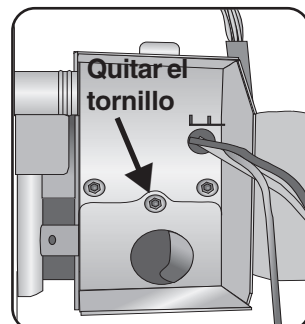

Ilustración 14
- 2 Quite la placa de alivio de presión por medio de extraer el tornillo de la parte trasera de la caja de conexiones, como muestra en la **Ilustración 14**, y deslizar la placa de alivio de presión hacia afuera.